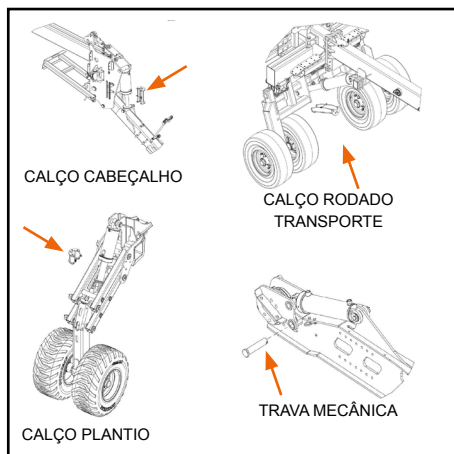

Figura 32
- Utilize os calços de transporte no cilindro e trava mecânica nas linhas para efetuar manutenções embaixo da plantadora (Figura 32).